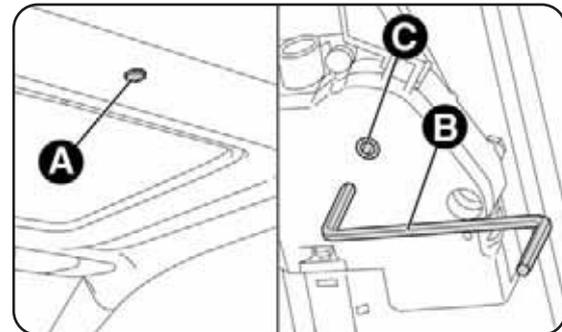

fig. 55
- remover o tampão de protecção A-fig. 55 situado no centro do tejadilho;